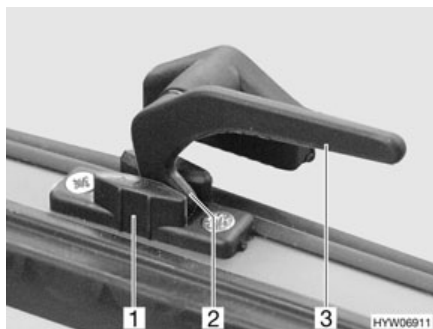

Fig. 56 Levier de verrouillage en position "Aération permanente"
- En position "Aération permanente" (Fig. 56)
- Tourner le levier de verrouillage (Fig. 56,3) d'un quart de tour vers le centre de la fenêtre.
- Tourner le levier de verrouillage d'un quart de tour vers le cadre de la fenêtre. Le tenon de verrouillage (Fig. 56,2) doit pénétrer alors dans le logement prévu à cet effet dans le verrouillage de fenêtre (Fig. 56,1).